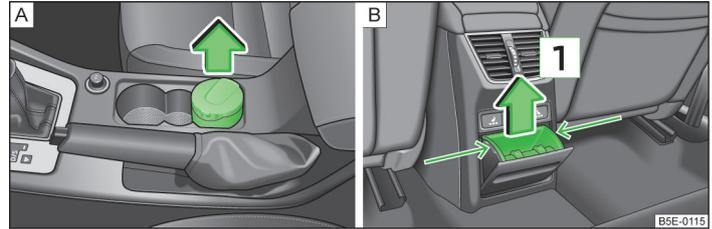

Abb. 64 Aschenbecher: vorn / hinten
- Den Aschenbecher » Abb. 64 - A in Pfeilrichtung herausnehmen.
- Den Einsatz im mit Pfeilen gekennzeichneten Bereich fassen und in Pfeilrichtung  » Abb. 64 - B herausnehmen.